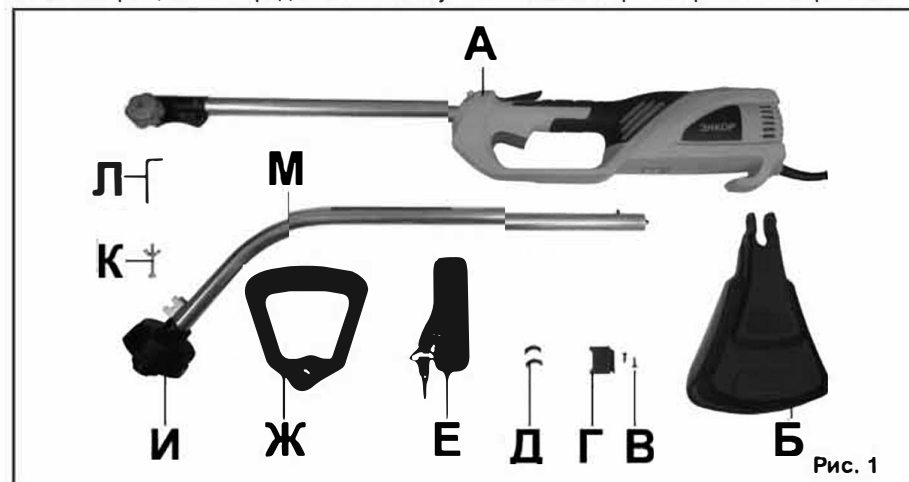

Рис. 1
4.1. Комплектность триммера представ-лена на Рис.1.